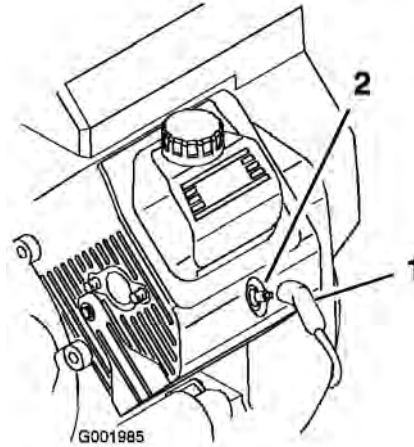

図 47
3. 点火プラグのコードが抜けているのを確認する（図 47）。
3. 点火コードを取り付ける(図 47)。